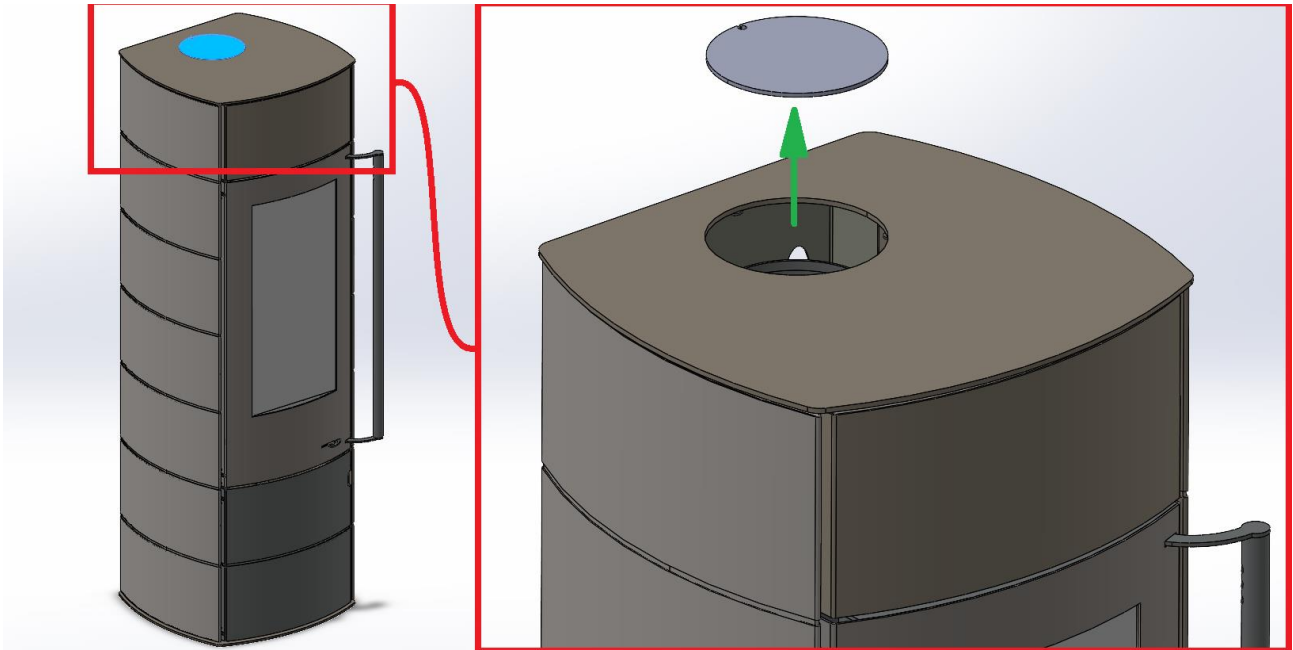

Figure 1 Retrait du couvercle du raccord du conduit de fumée
2. Figure 1 Retrait du couvercle du raccord du conduit de fumée	Page 5